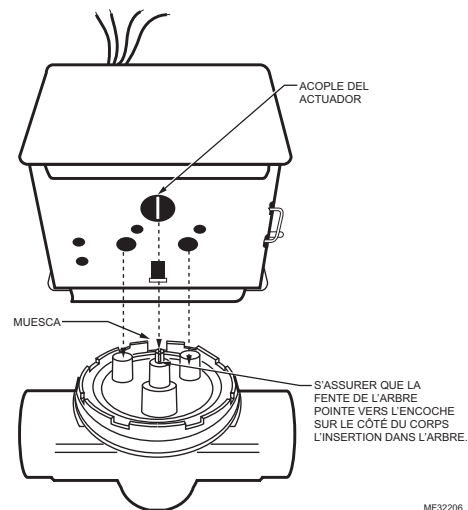

Fig. 2. Installation de l'actionneur neuf.
1. Orienter la fente dans l'arbre du corps de vanne série VU vers l'encoche sur le côté du corps (c'est-à-dire à 90° du débit d'eau). Voir Fig. 2. Ceci relève la bille du siège, évite les dommages du joint à bille lors du soudage et facilite la pose de l'actionneur.
5. Aligner l'accouplement du moteur dans la fente de l'arbre du corps et insérer la tête sur le corps de vanne, en s'assurant que l'arbre est correctement assis. (Voir la fig. 2.)